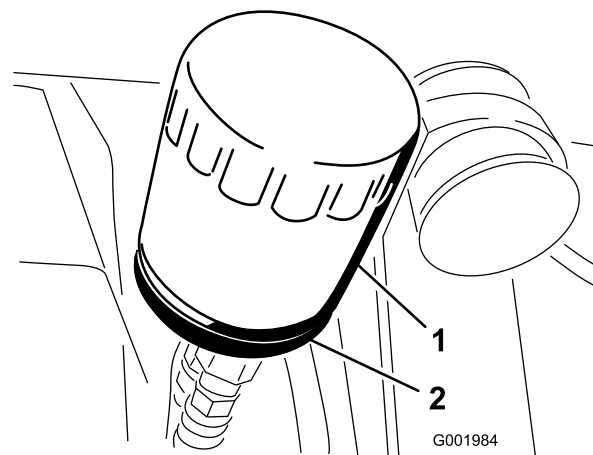

Figure 51
2. Déposez le filtre à huile (Figure 51).
5. Posez le filtre à huile de rechange sur l'adaptateur. Tournez le filtre dans le sens horaire jusqu'à ce que le joint touche l'adaptateur, puis donnez 1/2 tour supplémentaire (Figure 51).